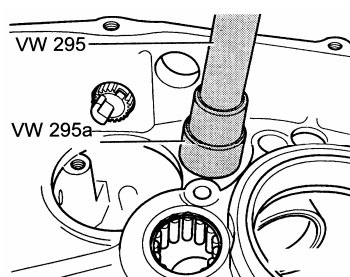

图 12-59 嵌入换挡杆
(4) 嵌入 3 挡和 4 挡换挡杆的轴套要到限位挡块, 如图 12-59 所示。